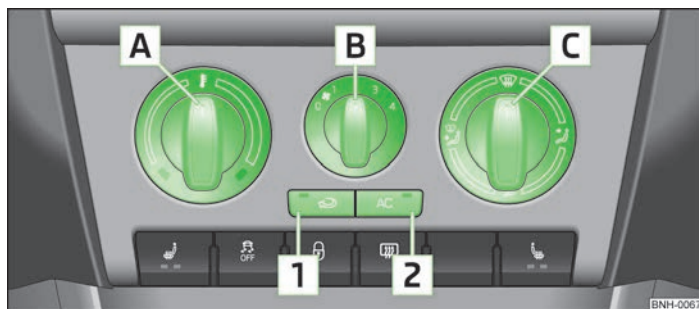

Fig. 60 Sistemul de aer condiționat: Elementele de comandă
Instalația de răcire funcționează numai când tasta **AC** **2** » fig. 60 la pagina 61 este apăsată și se îndeplinesc următoarele condiții:
- › Rotiți regulatorul rotativ **A** » fig. 60 spre dreapta pentru a mări temperatura.
- › Pentru pornirea ventilatorului, rotiți comutatorul ventilatorului **B** » fig. 60 în una din pozițiile de la 1 la 4.
- › De la regulatorul pentru distribuția aerului **C** » fig. 60 reglați direcția curentului de aer » pagina 59.
- › Apăsați tasta **AC** **2** » fig. 60, lampa de control din tastă se aprinde.
- Elementele de comandă **A** » fig. 60 la pagina 61, **B**, **C** și tastele **1** și **2**.
» Apăsați tasta  **1** » fig. 60 la pagina 61, lampa de control din tastă se aprinde.
» Apăsați din nou tasta  **1** » fig. 60 la pagina 61, lampa de control din tastă se stinge.
Dacă regulatorul distribuției de aer **C** » fig. 60 la pagina 61 se rotește în poziția , recircularea aerului se dezactivează automat. Prin apăsarea repetată a tastei  se poate reporni și în această poziție recircularea aerului.